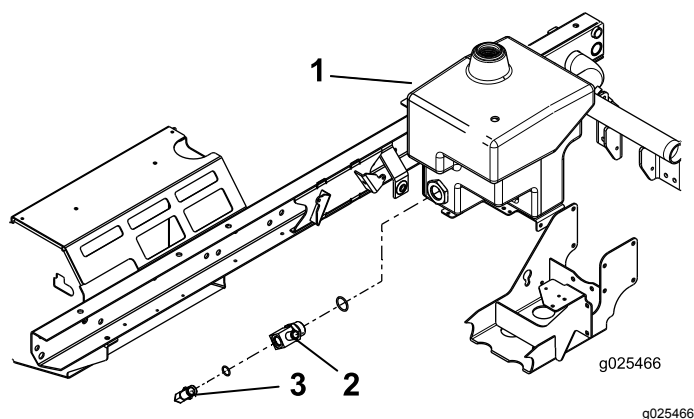

Figura 11
1. Instale, sem apertar, o encaixe em T grande no depósito hidráulico (Figura 11).
2. Instale o encaixe de 90 graus no encaixe em T grande (Figura 11).